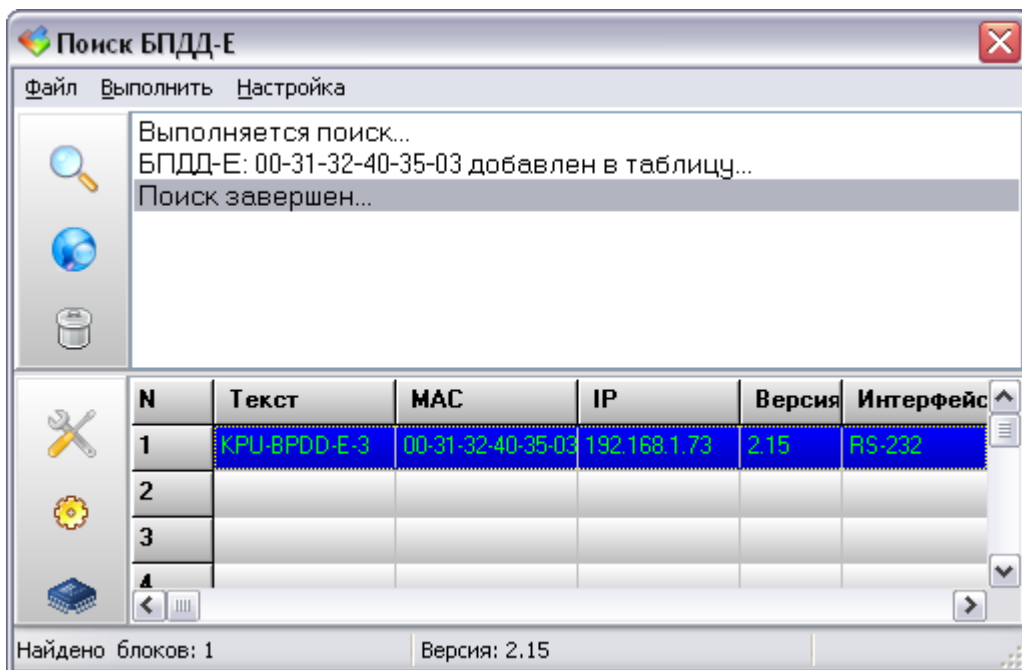

Рисунок 28 – Поиск КПУ в программе RASOS
14.6.2 После выполнения процедуры поиска «Поиск завершен» в таблице выбрать строку с КПУ (рисунок 28). Нажать на кнопку «Настройка» .